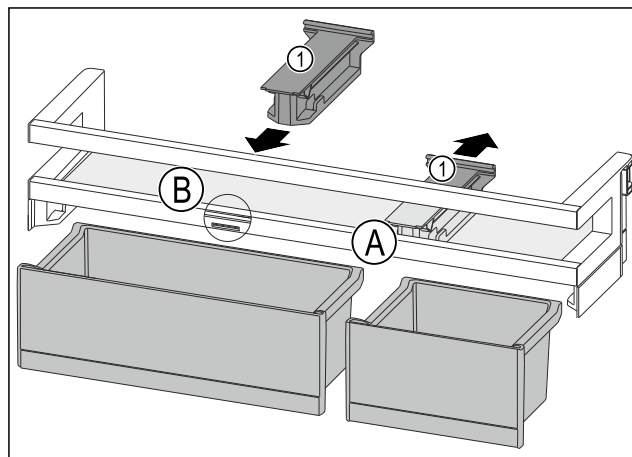

Fig. 189
- Pidržni dio Fig. 189 (1) u položaju Fig. 189 (A) skinite prema natrag.
- Pidržni dio Fig. 189 (1) umetnite u položaj Fig. 189 (B).